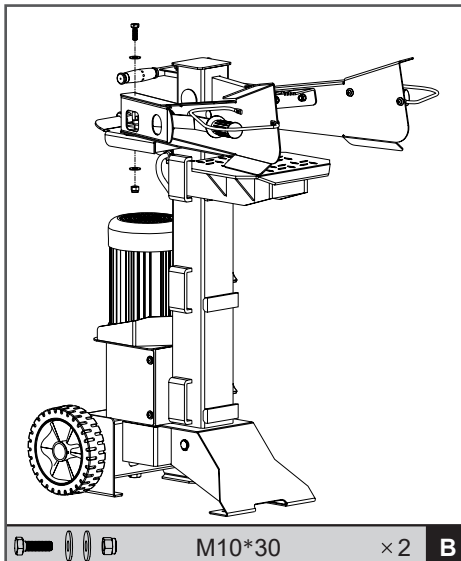

Рис. 4 Установка рычагов управления.
4. Установить рычаги управления и закрепить их винтами и гайками (Рис. 4)
1. Установите древокол на ровную горизонтальную поверхность и убедитесь в его устойчивости. Закрепите древокол на поверхности винтами и гайками М10х30 (Рис. 4).